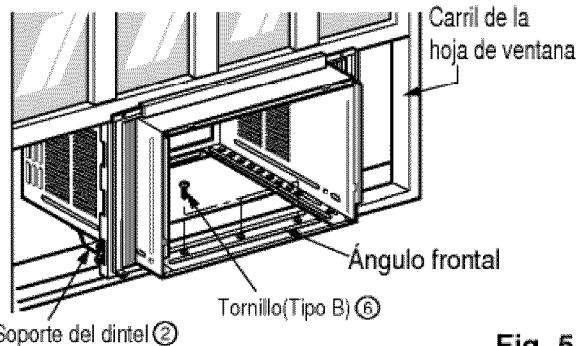

Fig. 5
- 6** El gabinete debe ser instalado con una ligera inclinación (aproximadamente 1/2") de modo que el lado externo quede hacia abajo (ver Fig. 5). Ajuste el perno y la tuerca del soporte al dintel **②** para equilibrar el gabinete.
- 7** Agregue el gabinete al asiento de la ventana colocando los tornillos **⑥** (Tipo B: Largo 16mm 5/8 - pulgadas - abajo.) a través del ángulo frontal en el asiento de la ventana.
- 8** Tire cada marco de la cortina **①** completamente para cada carril de hoja de ventana y repita el paso 2.